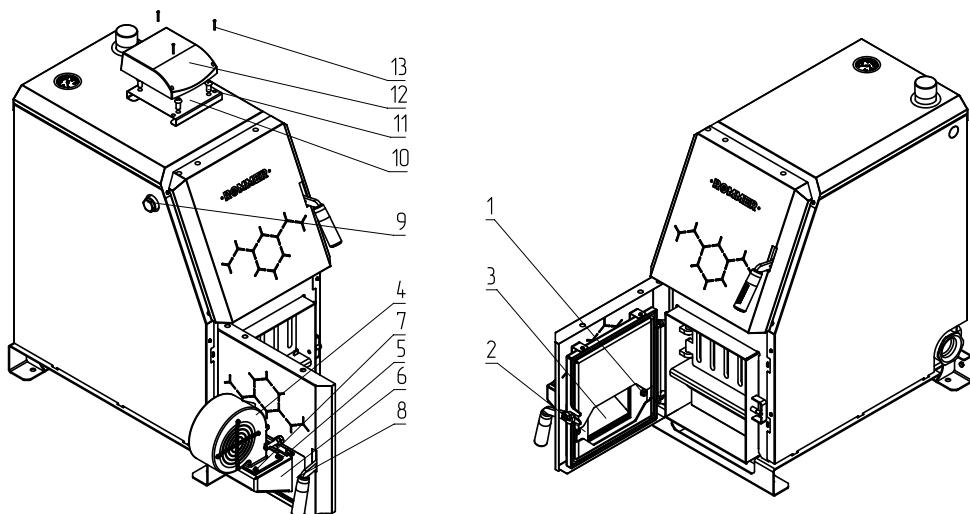

Рис.1. Установка комплекта автоматики на котлы Rommer 16; 21; 31 кВт
1. Открутите 2 гайки (поз.1 рис.1) с зольной дверцы котла (поз.2 рис.1);
2. Снимите поддувало (поз.3 рис.1);
3. Установите вентилятор наддува (поз.4 рис.1) через прокладку (поз.5 рис.1) на переходник (поз.6 рис.1) и зафиксируйте 4 винтами с шайбами (поз.7 рис.1);
4. Установите переходник с вентилятором на зольную дверцу котла (поз.2 рис.1);
5. Зафиксируйте переходник двумя болтами с шайбами и гайками (поз.8 рис.1);
6. Открутите заглушку (или тягогрегулятор) с боковой стенки котла и установите гильзу для датчиков (поз.9 рис.1) в отверстие, обеспечив герметичность соединения;
7. Установите подставку (поз.10 рис.1) на котел и зафиксируйте его 4 саморезами (поз.11 рис.1);
8. Установите регулятор температуры (поз.12 рис.1) на подставку (поз.10 рис.1) и зафиксируйте его 3 винтами (поз.13 рис.1);
9. Установите датчик температуры теплоносителя и датчик перегрева в гильзу (поз.9 рис.1);